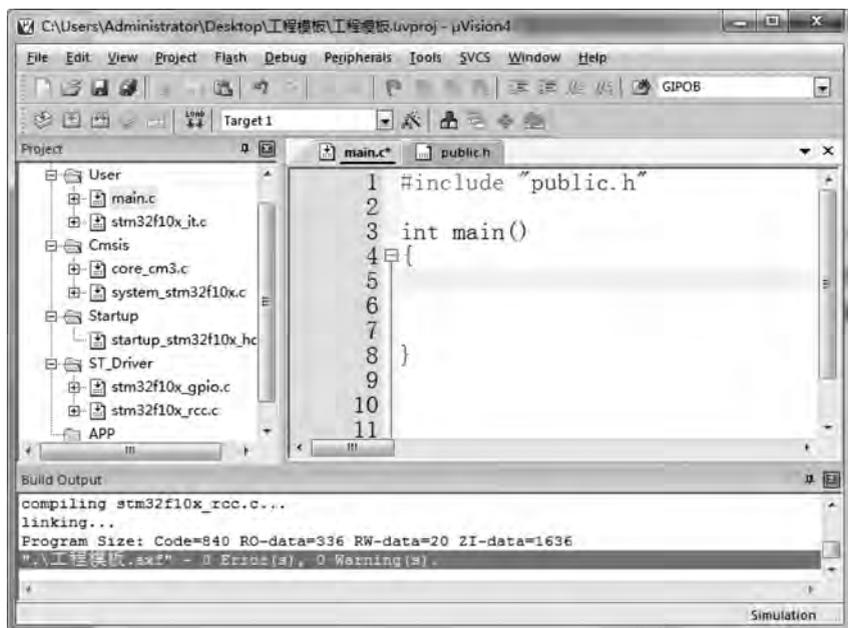

图 3-32 编译输出界面
(3) 对整个工程进行编译,结果如图 3-32 所示,如果下面的编译输出显示为:“.\工程模板.axf” - 0 Error(s), 0 Warning(s).”则表示工程模板创建成功,如有错误则需要返回上面步骤,找出原因并进行更正,直至没有编译错误出现为止。